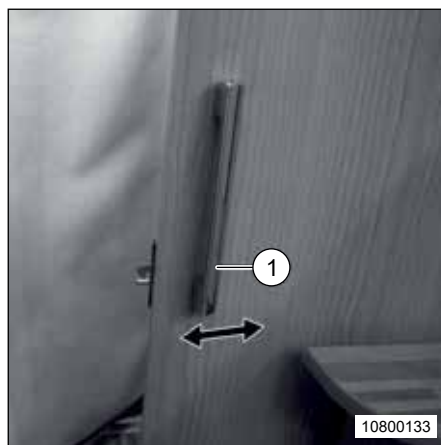

Fig. 81 Fermeture encliquetable
- Ouvrir la porte coulissante à l'aide de la poignée (Fig. 81, Pos. 1).
- Glisser la porte coulissante vers le côté à l'aide de la poignée (Fig. 81, Pos. 1) et fermer.